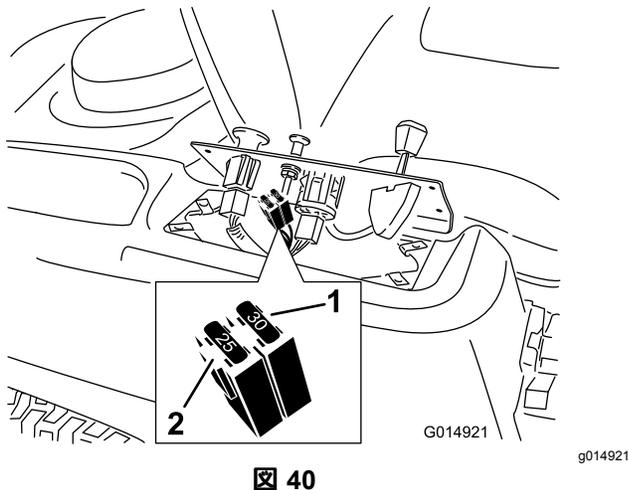

図 40
2. コントロールパネルを持ち上げると、メインワイヤハーネスとヒューズブロックにアクセスできる 図 40。
3. ヒューズは引き抜けば外れる 図 40。